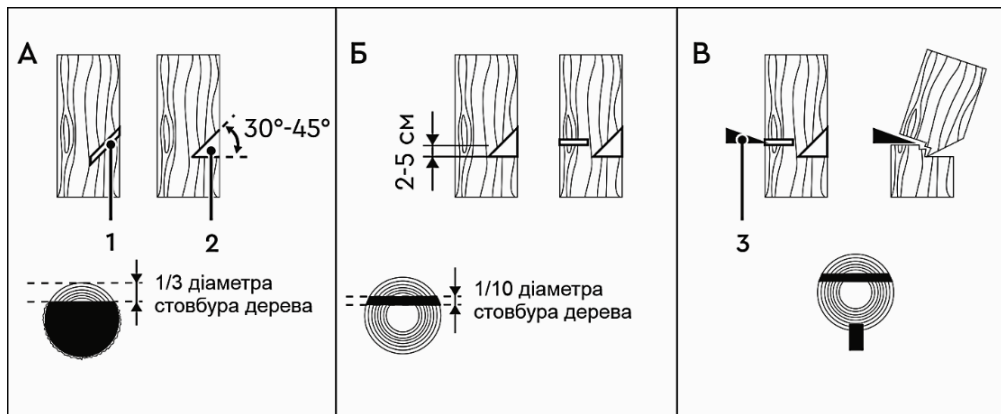

Рисунок 9
4.7.4 Виконання пропилів (рисунок 9)
Увімкніть бензопилу. Почніть пилати дерево з того боку куди воно має впасти (1, рисунок 9-А). Зробіть клиноподібний пропил (2, рисунок 9-А) під кутом 30° - 45° , глибина якого приблизно дорівнює $1/3$ від товщини стовбура.
Валочний розпил (рисунок 9-Б) зробіть із протилежного боку від клиноподібного пропилю, помістивши зубчастий упор бензопили на стовбур на 2-5 см вище нижнього краю клиноподібного пропилю. Завершіть пиляння тоді, коли до внутрішнього краю клиноподібного пропилю залишиться близько $1/10$ діаметра стовбура. Коли робите валочний розпил, не намагайтеся пропиляти стовбур наскрізь до клиноподібного пропилю.
Якщо дерево не почало падати, необхідно забити клин (3, рисунок 9-B), після чого дерево почне падати в бік клиноподібного пропилу.